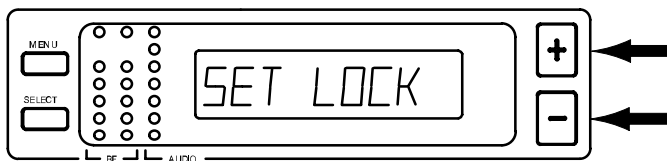

ABBILDUNG 30
2. Um die „SET LOCK“-Anzeige einzusehen, die „+“ oder „–“-Taste drücken (Abbildung 30).